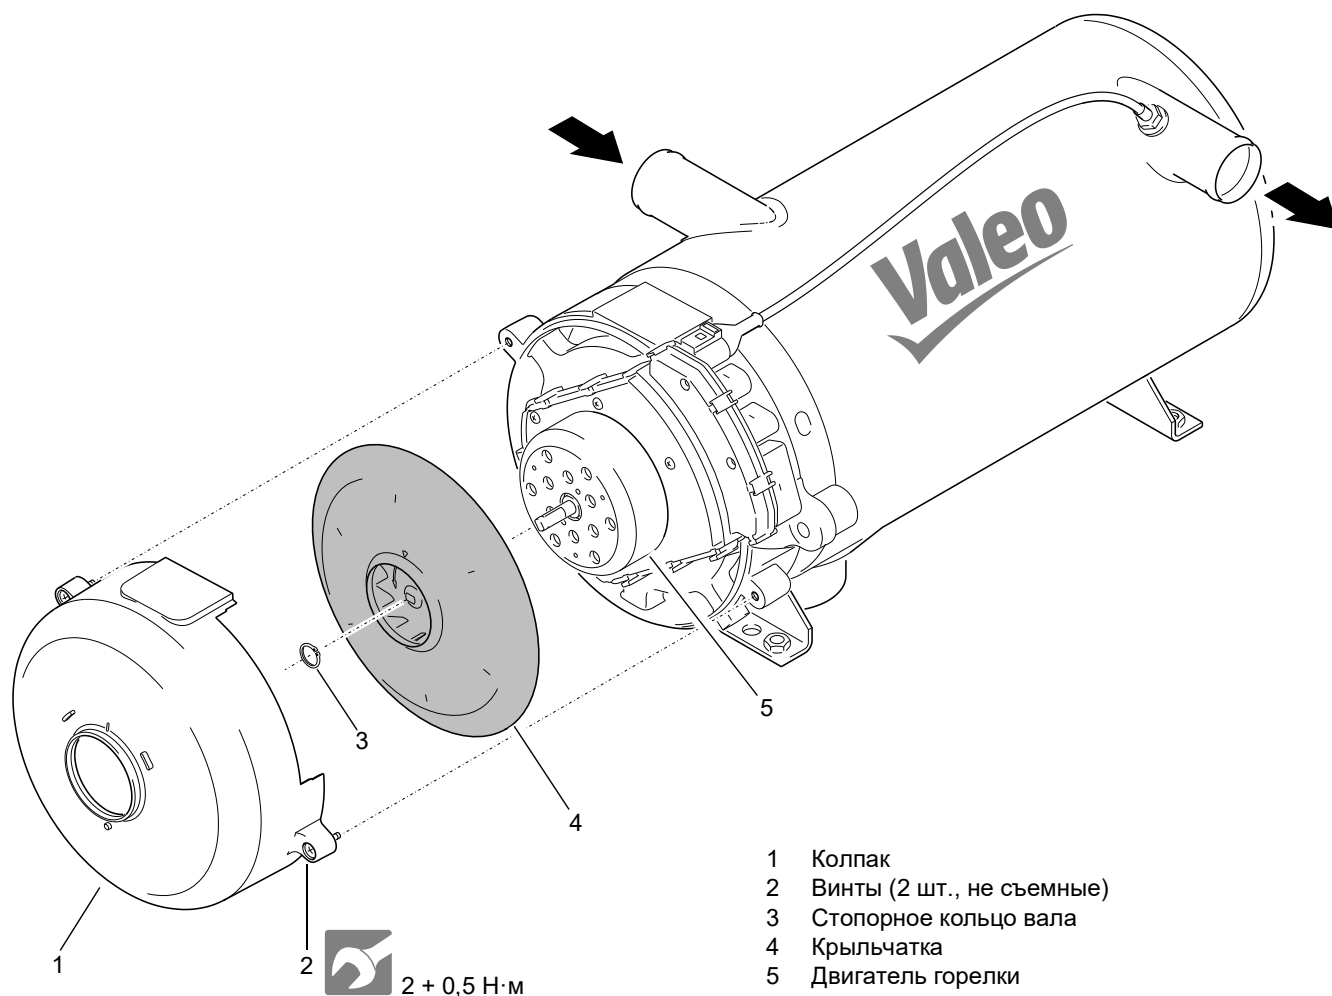

Рис. 803 Демонтаж и установка крыльчатки вентилятора
2. Ослабить винты (2, Рис. 803).
3. Снять колпак (1).
1. Установить колпак (1, Рис. 803) и собрать его. При этом следить за центрированием и правильностью посадки.
2. Вставить и затянуть винты (2).
2. Снять стопорное кольцо (3, Рис. 803) подходящими щипцами с вала двигателя.
3. Снять крыльчатку (4) с вала двигателя.